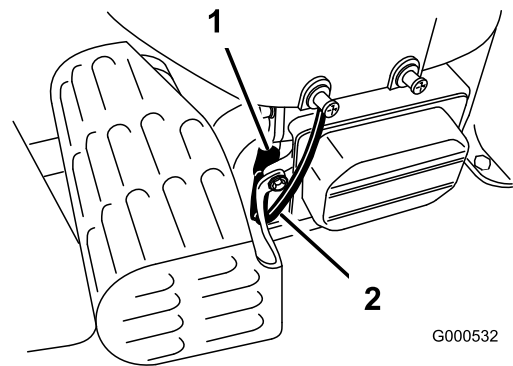

Bild 28
2. Ziehen Sie den Zündkerzenstecker ab (Bild 28). Reinigen Sie den Bereich um die Zündkerze, um zu verhindern, dass Schmutz in den Motor fallen und Schäden verursachen kann.
- Drücken Sie den Stecker auf die Zündkerze (Bild 28).